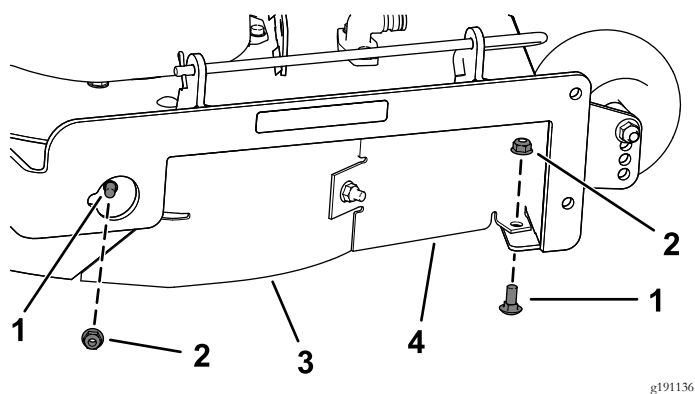

Figura 31
7. Remova os dois parafusos de carroçaria (5/16 x 3/4 pol.) e as duas porcas de bloqueio (5/16 pol.) que prendem o abafador direito e a proteção do abafador à plataforma do cortador (Figura 31).